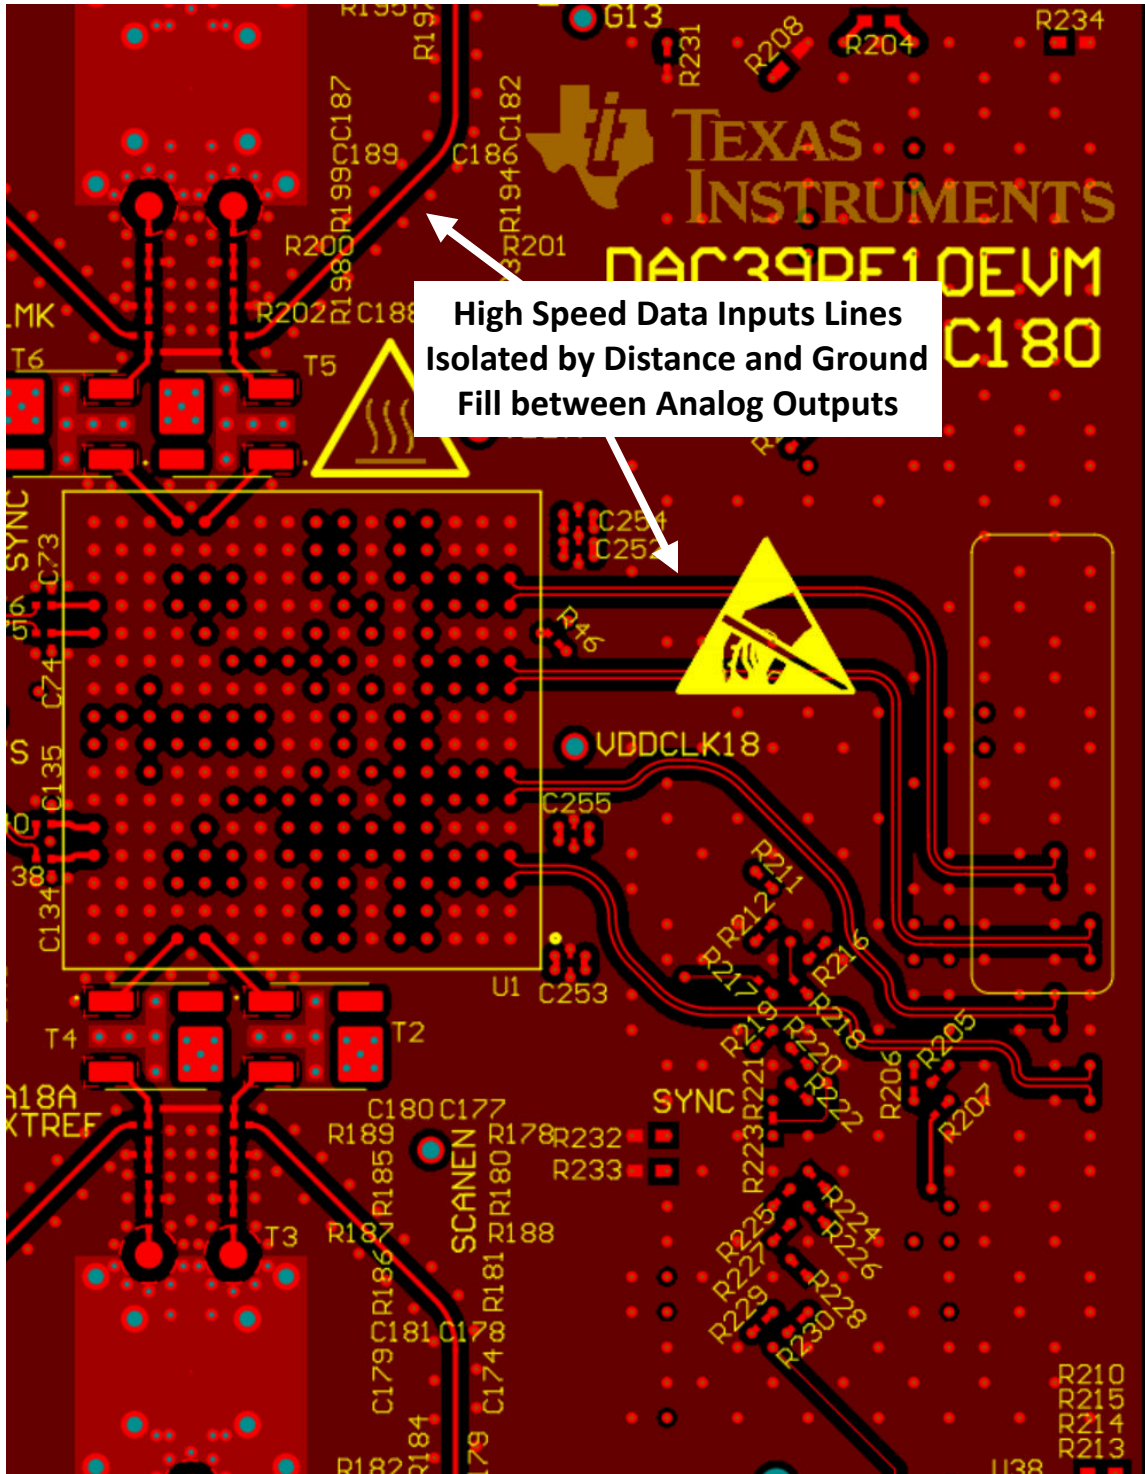

图 9-27. 具有地线填充隔离的串行器/解串器顶层布线
9. 请特别注意 JESD204x 数据输入路由和模拟输出路由之间的潜在耦合。JESD204x 输入的开关噪声可耦合到模拟输出布线中，并由于 DAC 的高带宽而显示为宽带噪声。尽可能将串行器/解串器 JESD204x 数据输入从 DAC 输出布线布置在单独的层上，以避免噪声耦合，详情请参考图 9-27 和图 9-28。